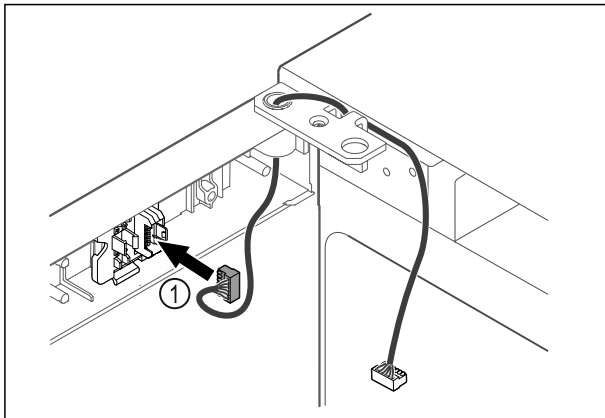

Fig. 58
- ▶ Вставити штекер Fig. 58 (1) в кріплення штекера.